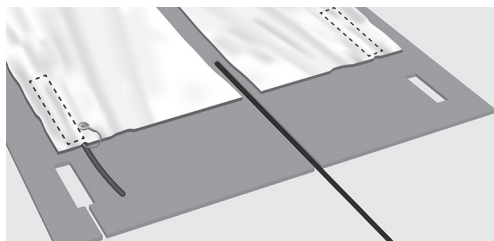

Fig. 8. Découpe dans la sous-couche
8. Une fois que le ou les tapis chauffants ont été installés selon votre plan, il convient de faire les découpes dans la sous-couche pour les joints du tapis chauffant (fig. 8).